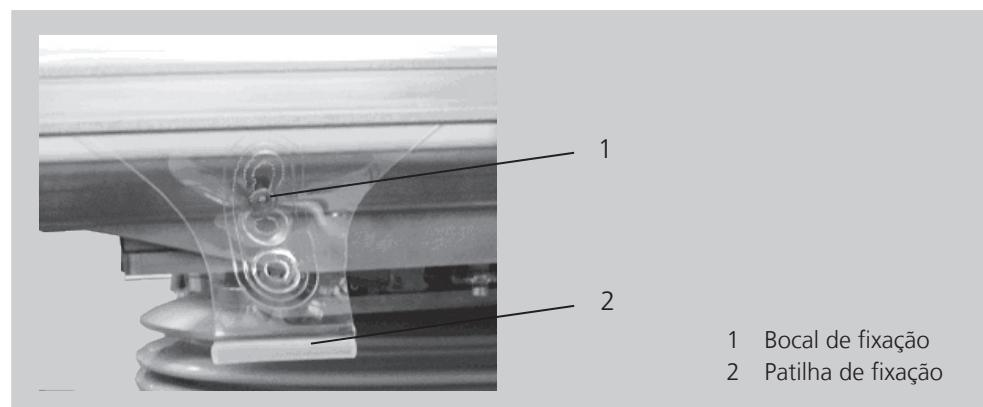

Figura 8-1 Patilha e bocal de fixação
- Retire as patilhas de fixação da película do doente dos bocais de fixação (Figura 8-1).
- Engate a película do doente nos bocais de fixação com as patilhas de fixação (Figura 8-1).
- Engate as patilhas nos bocais, tal como representado na Figura 8-1, com a abertura mais elevada seguinte.